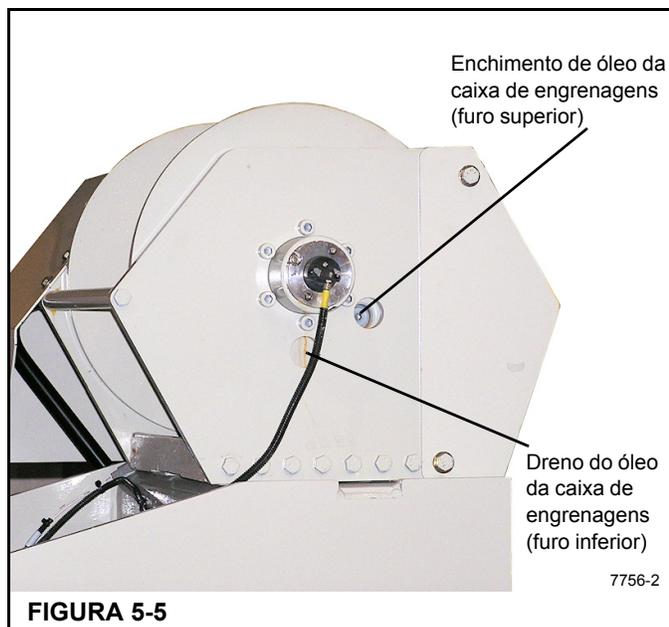

FIGURA 5-5
- Gire o tambor até que o bujão de enchimento/nível de óleo (Figura 5-5) seja visível no furo de inspeção.
- Para drenar e adicionar óleo novo, remova o bujão de respiro (Figura 5-5) e aparafuse um tubo de uma polegada no furo do bujão do dreno para permitir que o óleo escoe. Remova o bujão do dreno com uma chave sextavada e drene o óleo hidráulico. Retire o tubo de drenagem de uma polegada e instale o bujão do dreno.
- Para abastecer com óleo, gire o tambor para que a porta de enchimento/nível (Figura 5-5) fique visível através do furo superior. Para ajudar a adicionar o óleo, instale no furo de abastecimento um tubo de uma polegada com cotovelo. Retire o bujão de enchimento/nível com uma chave sextavada e abasteça a caixa de engrenagens com óleo lubrificante de engrenagens. Consulte *Lubrificação* na página 5-4.